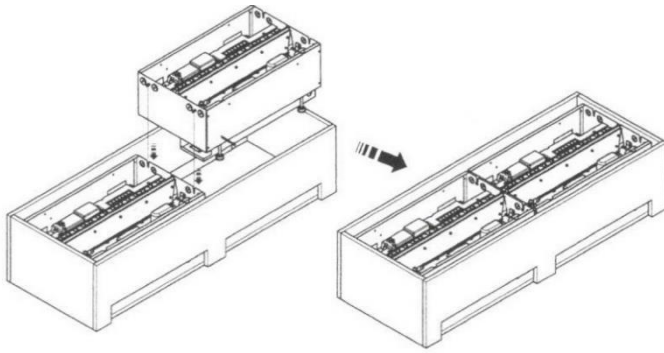

Fig. 20
2. Verbinden Sie nun das erste Gerät mit dem zweiten und stellen Sie sicher, dass die herausragenden Schrauben des zweiten Geräts in die Schächte des ersten Geräts greifen. (Abb. 20)